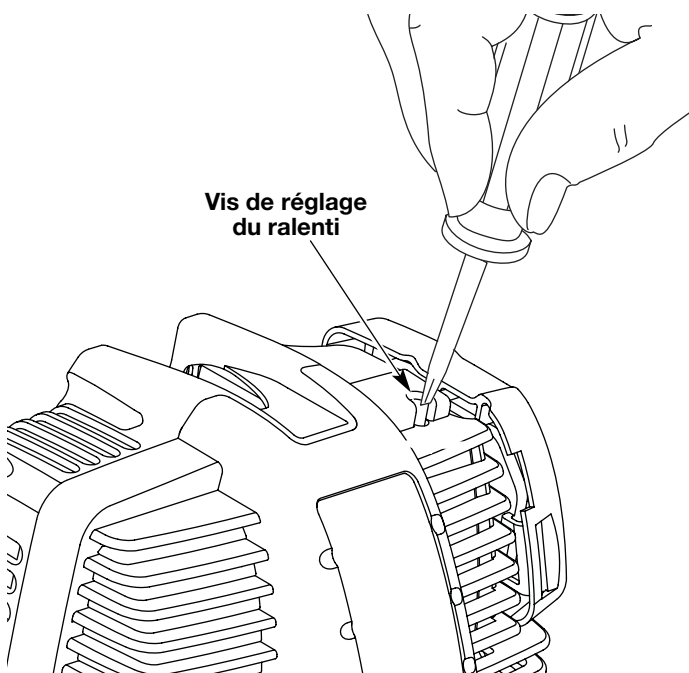

Fig. 34
La vitesse de ralenti du moteur est réglable à l'aide d'une vis de réglage accessible par un trou situé sur le dessus du couvercle du moteur (Fig. 34).
2. Relâchez le levier d'accélérateur et laissez le moteur au ralenti. Si le moteur s'arrête, insérez un petit tournevis à embout cruciforme ou à tête plate dans le trou du couvercle du moteur (Fig. 34). Vissez la vis de réglage du ralenti de 1/8 de tour à la fois (selon le besoin) jusqu'à ce que le moteur tourne au ralenti.